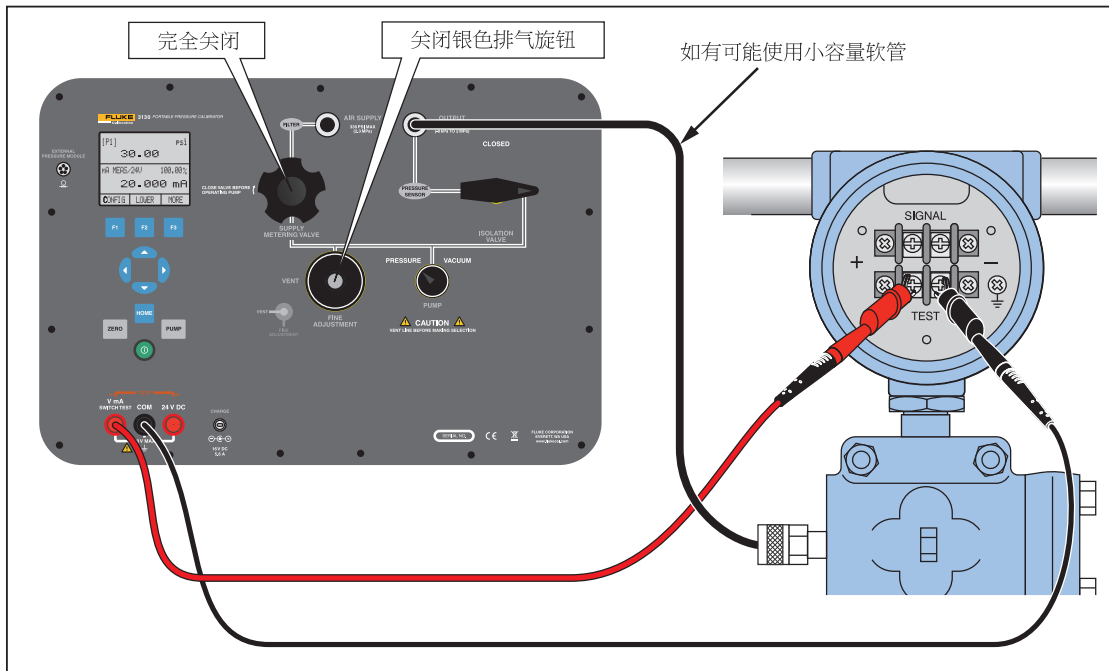

图 26.校准压力-电流变送器
4. 确保读数值正确。如果不正确，必须调整变送器。请参阅图 26。